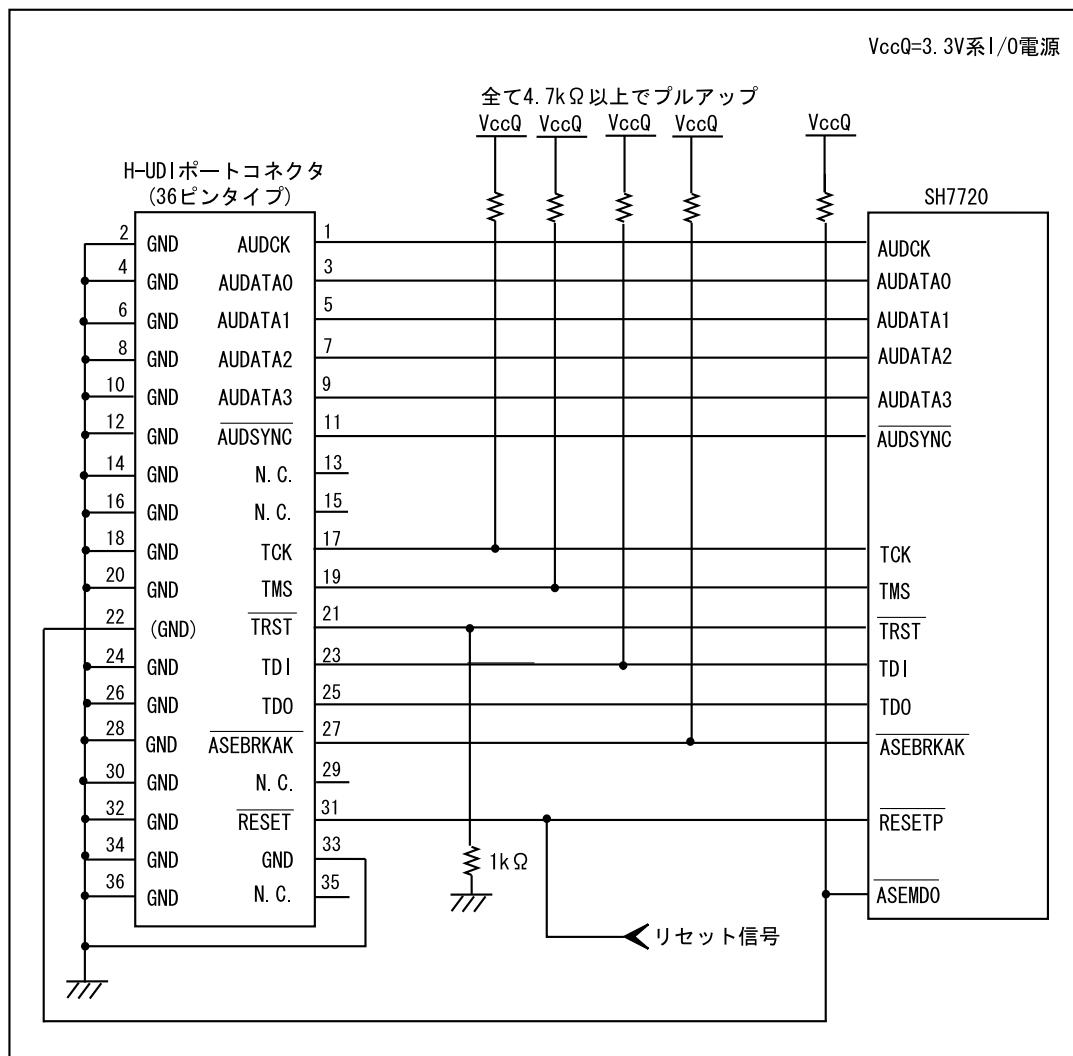

図 1.4 E10A-USB 使用時の H-UDI ポートコネクタ - チップ間の接続例
E10A-USB エミュレータ使用時の H-UDI+AUD ポートコネクタ(36 ピンタイプ)とチップ間の推奨接続例を図 1.3、UVCC 未接続時の接続例を図 1.4 に示します。
6. 図 1.3, 図 1.4 に記載されている抵抗値は、参考値です。
- 図 1.4 接続例で回路を組んだ場合の E10A-USB エミュレータのスイッチ設定 : SW2=0, SW3=1 スイッチ設定の詳細は、「SuperH™ファミリ用 E10A-USB エミュレータユーザーズマニュアル 3.8 DIP スイッチの設定」を参照してください。